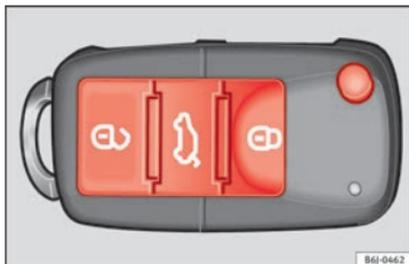

Fig. 5
- Verrouiller : appuyez sur le bouton **» fig. 5.**
- Déverrouiller : appuyez sur le bouton **» fig. 5.**
- Déverrouiller le hayon arrière : appuyez sur le bouton **» fig. 5** jusqu'à ce que tous les clignotants du véhicule s'allument brièvement.